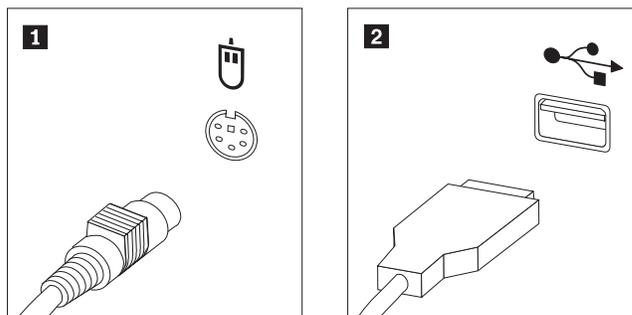

Figure 44. Ports souris, standard et USB
3. Repérez le port souris. Voir figure 44.